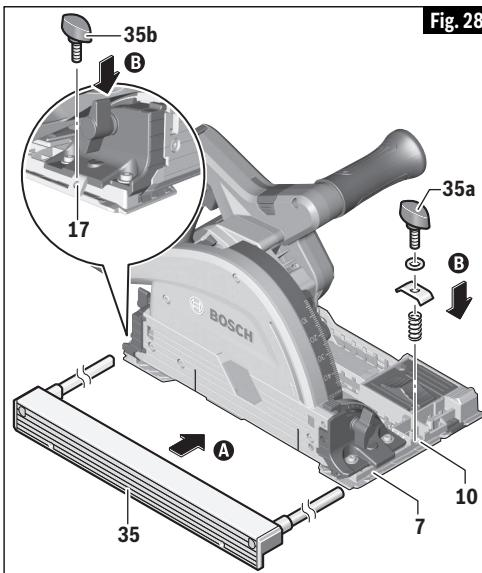

Fig. 28
- A. Faites glisser les tiges de guidage du guide de refente **35** à travers les guides de la plaque d'assise **7** (Fig. 28).
- B. Enfilez l'ensemble de boulon à oreilles **35a** dans le dispositif de montage avant **10**. Enfilez l'ensemble de boulon à oreilles **35b** dans le dispositif de montage arrière **17**. Ne serrez pas encore les boulons à oreilles (Fig. 28).
Pour scier de grands ouvrages ou des bords droits, une planche ou autre bande de matériau peut être assujettie au moyen de la bride de fixation **C** (vendue séparément) à l'ouvrage comme un guide à bord droit. La plaque d'assise de la scie circulaire peut être guidée le long du guide à bord droit **36** (Fig. 28).